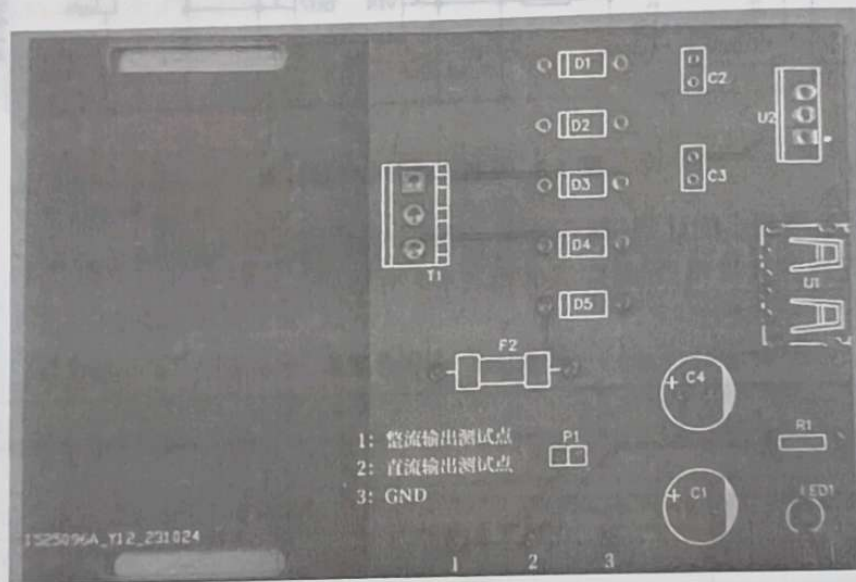

图 1-4 手机充电器 PCB 板实物图
② 检查元器件。元器件的选型及检测需先对元器件进行选配,保证元器件的完好性;每组对所选配元器件进行一一检查核对;印制电路板(Printed Circuit Board, PCB)装配前也需进行检测。
③ PCB 板的焊接装配。元器件安装顺序遵循先小后大、先低后高、先里后外的原则。注意元器件的正负极,比如二极管的正负极性,电解电容的正负极性,三端稳压芯片的方向等。手机充电器 PCB 板实物图如图 1-4 所示。
(3) 进行电路调试,步骤如下。
① 检查电路。任何组装好的电子电路,在通电调试之前,必须认真检查电路连线是否有错误。对照电路图,按一定的顺序逐级对应检查。特别要注意检查电源是否接错,电源与地是否有短路,二极管方向和电解电容的极性是否接反,集成电路和晶体管的引脚是否接错,轻轻拔一拔元器件,观察焊点是否牢固,等等。
② 通电观察。一定要调试好所需要的电源电压数值,并确定电路板电源端无短路现象后,才能给电路接通电源。电源一经接通,不要急于用仪器观测波形和数据,而是要观察是否有异常现象,如冒烟、异常气味、放电的声光、元器件发烫等。如果有,不要惊慌失措,应立